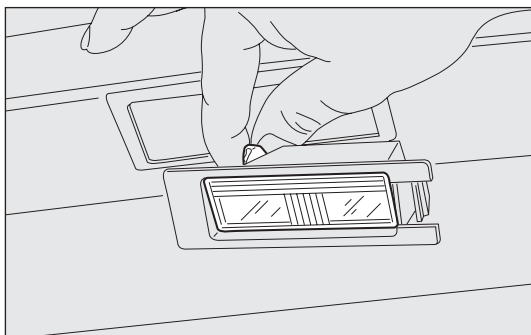

рис. 174
- отсоедините лампу рис. 174 от боковых контактов и установите новую, проследив, чтобы она была правильно ими зажата;